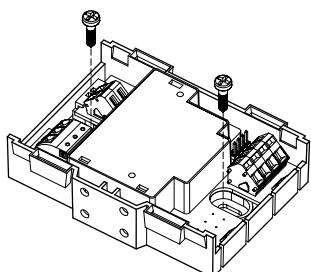

Fig. 1
- on a plane surface (Fig. 1)
1. Position the module on a plane surface (Fig. 1).
- Auf einer planen Fläche (Fig. 1)
1. Positionieren Sie den Baustein auf einer planen Fläche (Fig. 1).